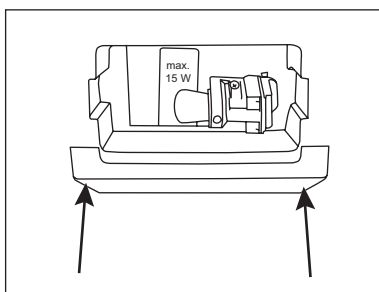

fig. 9
2. Afmonter lysskærmen (fig. 9). Klem lysskærmen sammen, så lysskærmen løsnes fra de to klips.